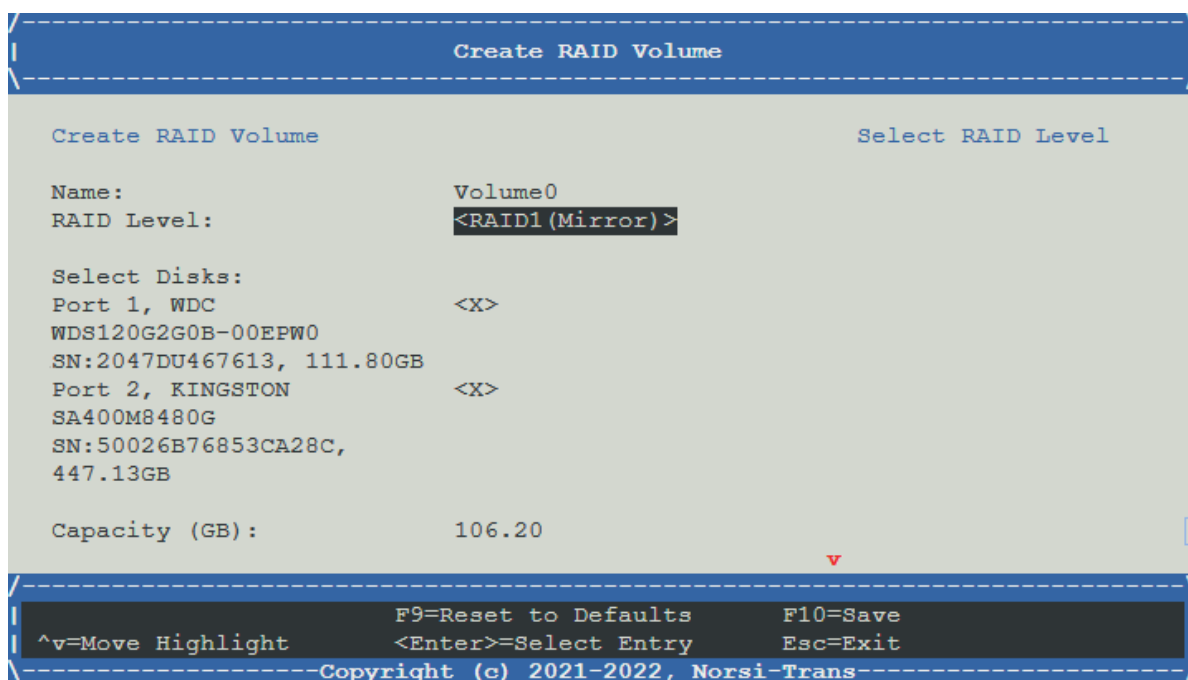

Рис. 62. Меню Create RAID Volume
- 5) Во вкладке «Create RAID Volume» установите «RAID Level» в состояние <RAID1 (Mirror)>. Окно показано на рис. 62 Меню Create RAID Volume.